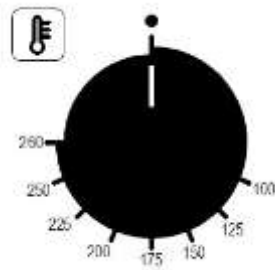

Fig. 4
**Programación de la temperatura de cocción** - Gire la mando del termostato de regulación (Fig. 4) en correspondencia con la temperatura de cocción seleccionada.
- Insertar los enchufes equipados en los agujeros "A" en las bisagras (Fig. 4);
- gire completamente el elemento móvil de la bisagra «A» (Fig. 4);